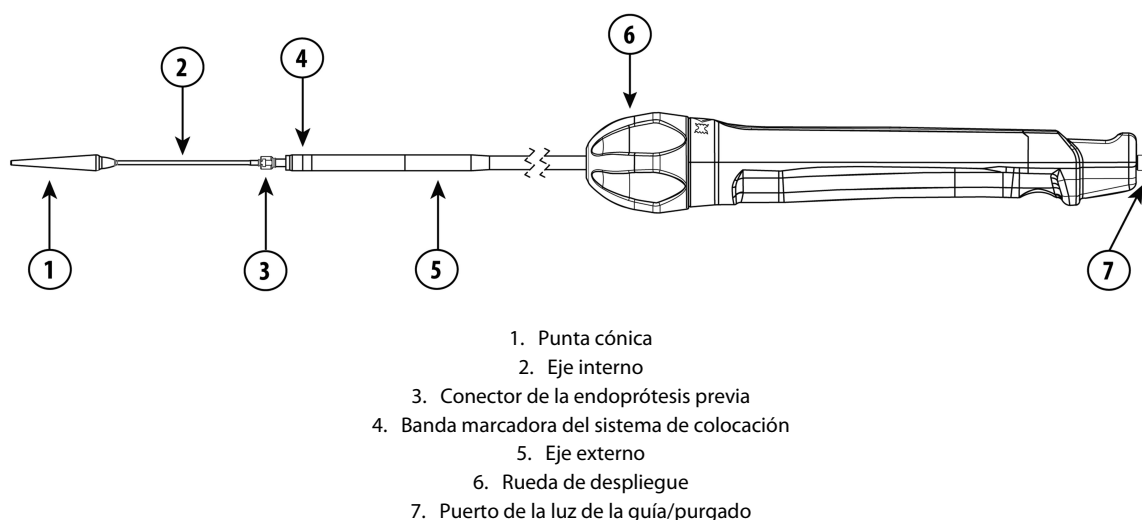

Figura 2: Sistema de colocación Edwards Alterra
• Sistema de colocación Edwards Alterra (Figura 2)